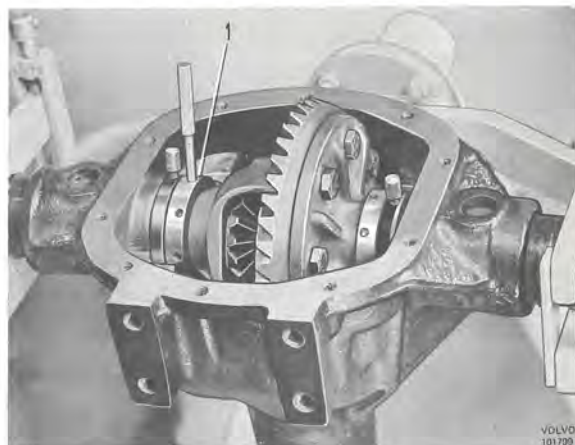

Bild 55. Inställningsringar för differential
1. Olja inställningsringarna invändigt och sätt dem på differentialhuset. För typ 23 används inställningsringar SVO 2687 och för övriga SVO 2595. Ringen med svartoxiderad justering placeras på kronhjulssidan. Olja även in lagerläget i huset. Differentialhus och inställningsringar placeras i bakaxelhuset, se bild 55. Använd indikatorlocka och justera in ringarna så att rätt kuggflankspel, 0,15 mm** erhålls. Dra åt låsskruvarna i inställningsringarna.